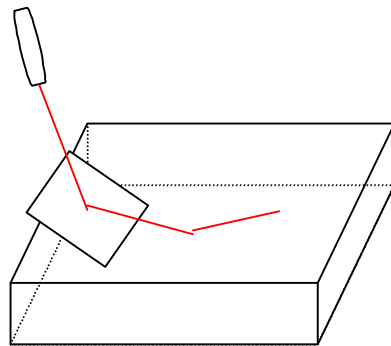

Figura 4
3.- Vaciar agua dentro de un recipiente, disolver un poco de polvo de gis y colocar un espejo como se muestra en la figura 4.